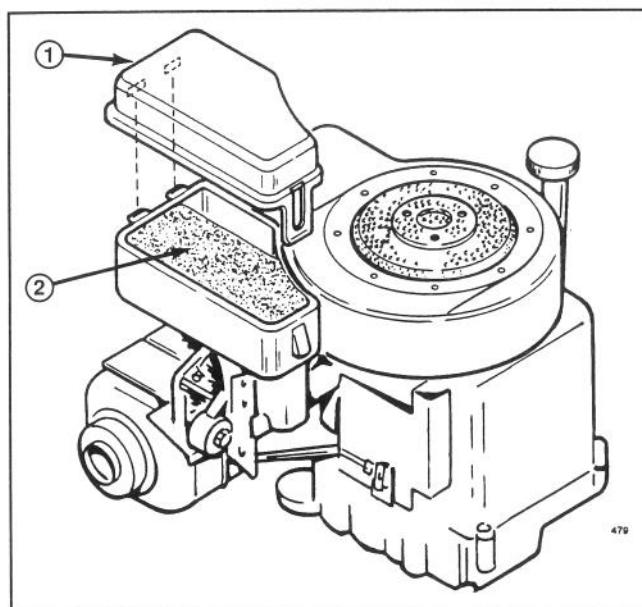

Fig. 6
2. Sbloccate il coperchio del filtro dell'aria e toglietelo dal carburatore (Fig. 6).
3. Rimuovete l'elemento di schiuma (Fig. 6). Verificate che non vi siano impurità e che non sia sbiadito; se necessario, pulitelo.